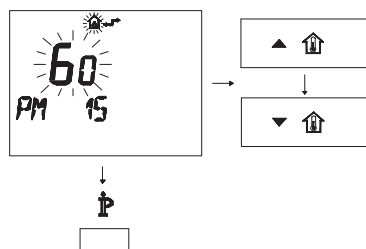

Figura 5.24
- Modifique el punto de consigna programado mediante los botones **▲** **⏮** o **▼** **⏮** hasta que aparezca un **valor de 60**. Espere a que el número programado comience a parpadear (Figura 5.24).